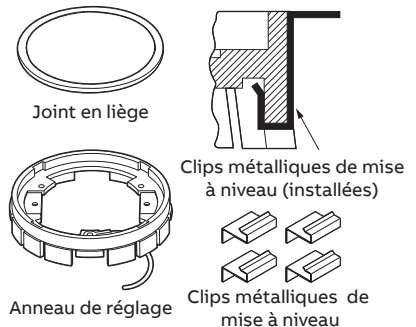

Figure A.2 - Anneau de réglage (vendu séparément)
- Joint en liège épais 1/8 po (non incluse), voir figure A.2
1. Fixez les (4) clips de mise à niveau en métal sur la face inférieure de l'anneau de réglage, comme indiqué sur la figure A.2.
4. Fixez le couvercle de la série P 60 et l'anneau de finition 68PFL sur l'anneau de réglage 68-PAR à l'aide des (3) vis #8-32 x 1po fournies avec le couvercle. **IMPORTANT :** Veillez à inclure le joint d'étanchéité du couvercle et la plaque d'appui fournis avec le couvercle.
6. Retirez le couvercle en dévissant les (3) vis #8 x 1po et effectuez les connexions électriques souhaitées.